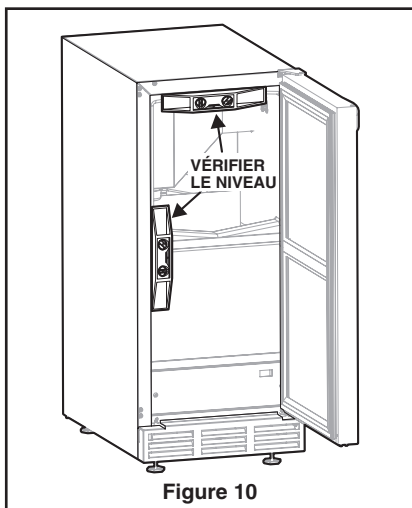

Figure 10
- 1 Utilisez un niveau pour vérifier la nivelance de la machine à glaçons de l'avant à l'arrière et d'un côté à l'autre (Figure 10).